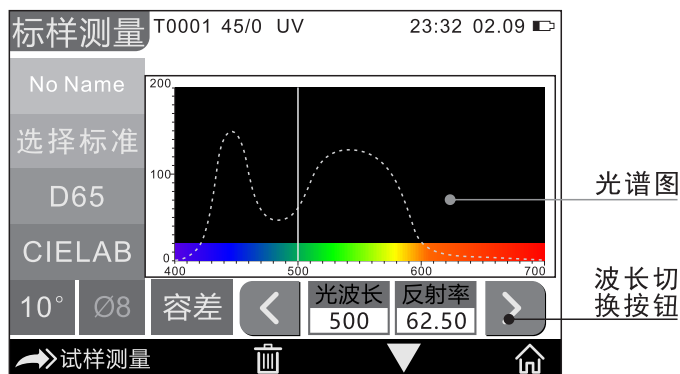

图12 标样反射率光谱图界面
- (13) 翻页：点击“”，当前数据将在数据显示区、光谱显示区、颜色指数显示区之间快速切换。
- (14) 主菜单：点击“”，当前测量界面跳转到主菜单界面。
- (15) 波长切换按钮：点击“”或“”按钮，当前测试样品光波长和反射率以间隔10nm的频度进行切换，如图12所示。